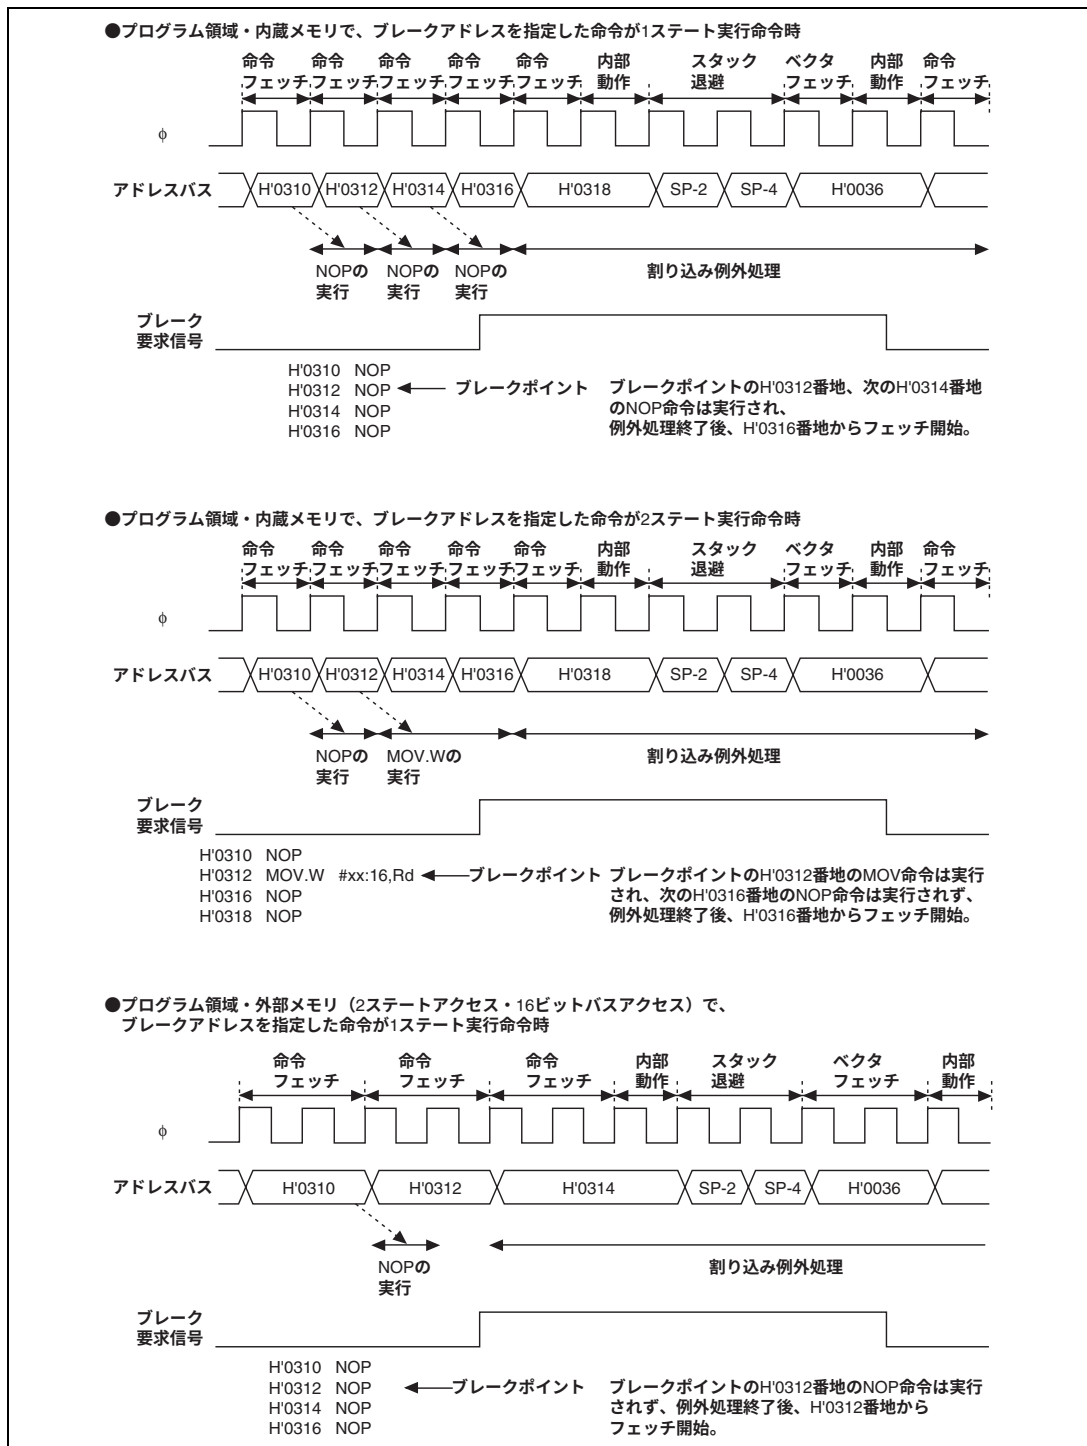

図 5.6 アドレスブレークタイミング例
- (1) アドレスブレイクでは、ブレイクアドレスを命令の第1バイトが存在するアドレスにしてください。その他のアドレスでは、条件成立とみなされない場合があります。
- (2) ノーマルモードの場合は、アドレスA23～A16は比較されません。
- (3) BARで設定したアドレスの直前の命令にブランチ命令（Bcc、BSR）、ジャンプ命令（JMP、JSR）、RTS命令、RTE命令を配置した場合、これらの命令の実行により当該アドレスに対するプリフェッチ信号が出力され、アドレスブレイクが要求される場合があります。これらの命令の直後のアドレスに対するブレイクアドレスの設定を行わない、あるいは割り込み処理ルーチンで、本来の条件成立による割り込み処理であったかの判定を行う、などの対策が必要です。
- (4) アドレスブレイク割り込みは、内部プリフェッチ信号とアドレスの組み合わせにより発生しますので、設定したアドレスの命令および直前の命令の内容、実行サイクルにより、割り込み例外処理の入るタイミングが異なります。図5.6にアドレスタイミング例を示します。